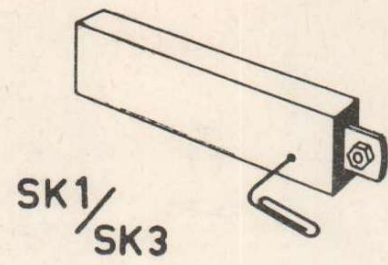

Fig. 10
- . Steek een stift van 1,5 mm ϕ door het gat in de schakelaar, zie fig. 10. Is dit niet mogelijk, dan moet de instelbeugel zo gebogen worden, dat de stift gemakkelijk door de schakelaar kan worden gestoken.
- . Steek een stift van 1,5 mm ϕ door het gat in de schakelaar, zie fig. 10. Is dit niet mogelijk, dan moet de instelbeugel zo gebogen worden dat de stift gemakkelijk door de schakelaar kan worden gestoken.